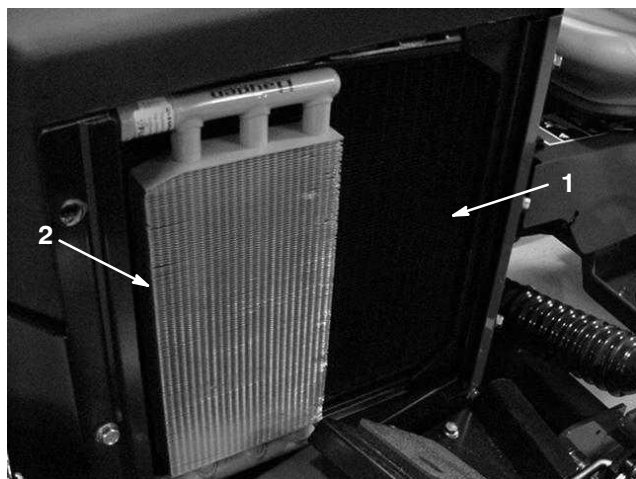

Bild 47
3. Reinigen Sie den Ölkühler gründlich (Bild 47) und entfernen Sie alle Fremdkörper, die sich um die Komponenten abgelagert haben.